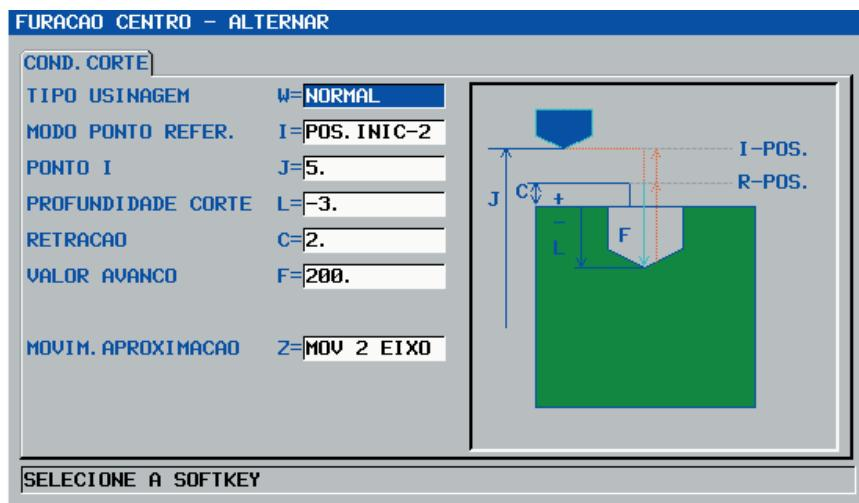

Figura 6 - Janela “FURAÇÃO DE CENTRO”
- Preencher os campos conforme a figura 6: